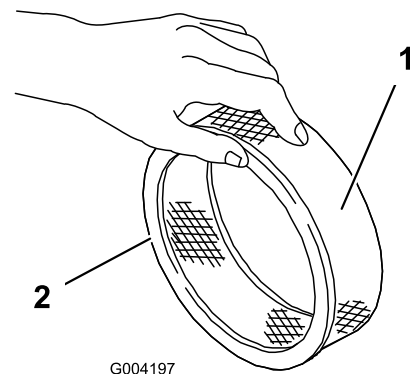

Figura 20
5. Inspeccione el elemento de papel por si estuviera roto, tuviera una película aceitosa o la junta de goma estuviera dañada (Figura 20).
1. Deslice cuidadosamente el prefiltro de gomaespuma sobre el elemento de papel (Figura 20).